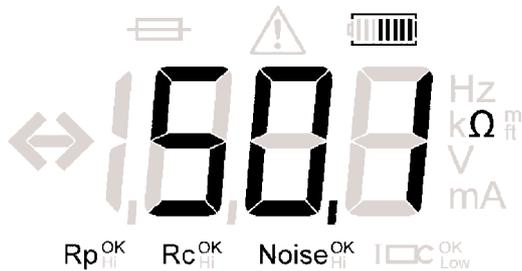

Abbildung 6: Messwert des Dreipol- und Vierpolwiderstands
5. Ein Widerstandsmesswert wird auf dem LCD-Display angezeigt, wie in Abbildung 6 zu sehen ist.
6. Ein Widerstandsmesswert wird auf dem LCD-Display angezeigt, wie in Abbildung 6 zu sehen ist.